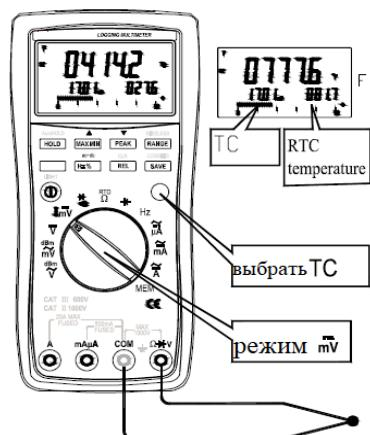

Рис. 15 Режим измерение температуры (TC)
- Считать результат с экрана ЖК дисплея (рис.15). Температура отображается на главном экране, термоэлектрический потенциал на первом вспомогательном экране и температура окружающей среды на втором вспомогательном (если функц. RJC включена). Пользователь может задать статус RJC - открыто или закрыто (см. Раздел 9).